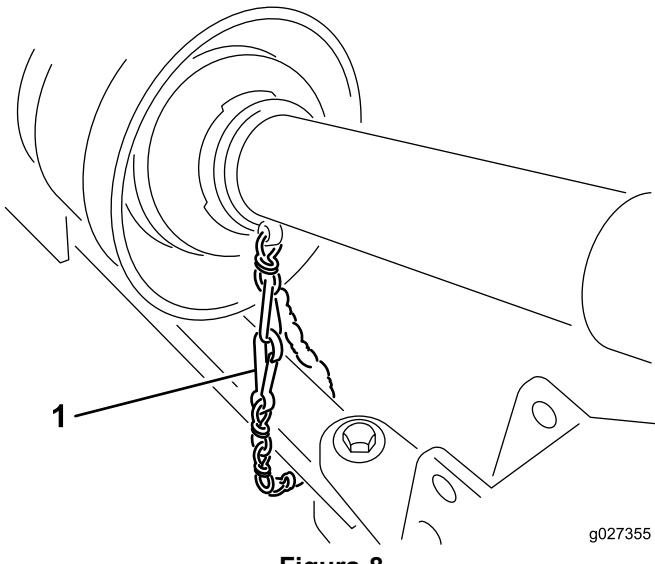

Figura 8
5. Collegate la catena di sicurezza del carter all'unità motrice (Figura 8).